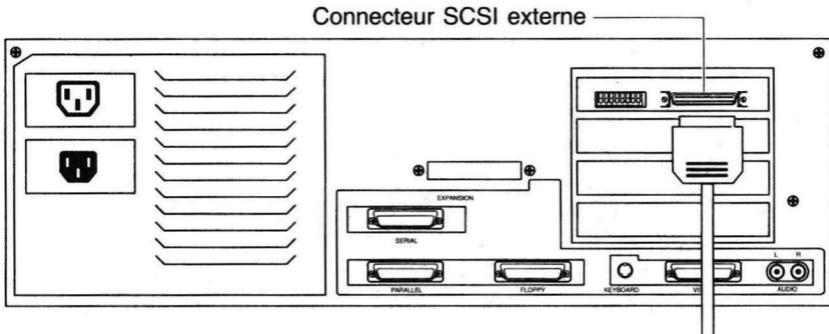

Figure 8. Raccorder une unité au connecteur externe
4. Insérez le connecteur du câble de l'unité SCSI (ou l'adaptateur) dans le connecteur SCSI externe de la carte A4091, comme l'illustre la figure 8. Alignez les deux pièces pour qu'elles s'emboîtent parfaitement et qu'elles affleurent. Poussez jusqu'à ce que les clips de fixation soient engagés. Pour insérer ou retirer le connecteur, appuyez sur les pièces métalliques rectangulaires placées de part et d'autre pour dégager les clips de fixation.